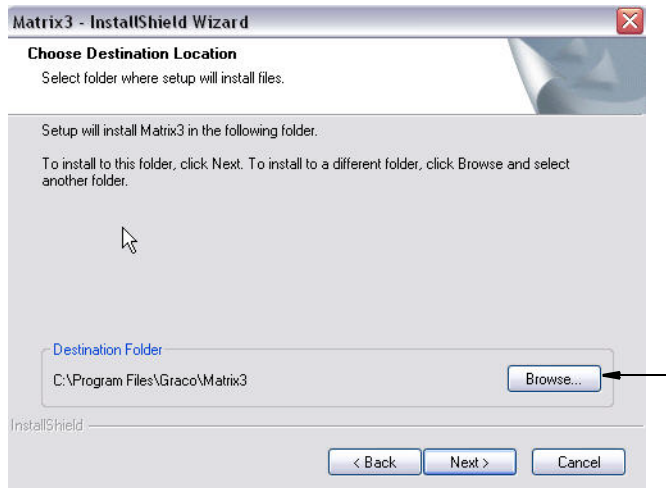

Рис. 6
6. Выберите место установки. Место установки по умолчанию – C:\Program Files\Graco\Matrix3. Чтобы выбрать другое место, нажмите кнопку «Browse» [Обзор] (Рис. 6).